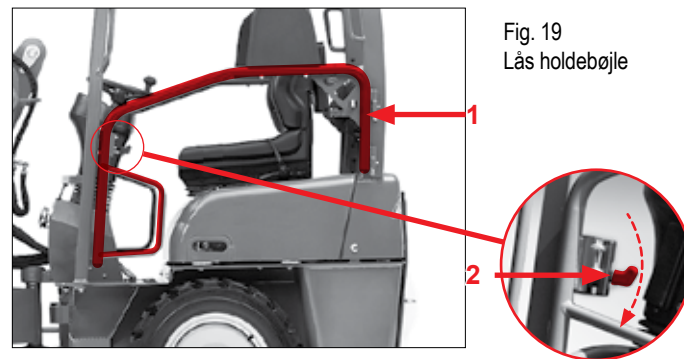

Fig. 19
Førerpladsen har holdebøjler i siden til føreren pos. 1 (Fig. 19). Åbn holdebøjlerne ved at „trykke ned“ på oplåsningshåndtaget pos. 2 (Fig. 19).